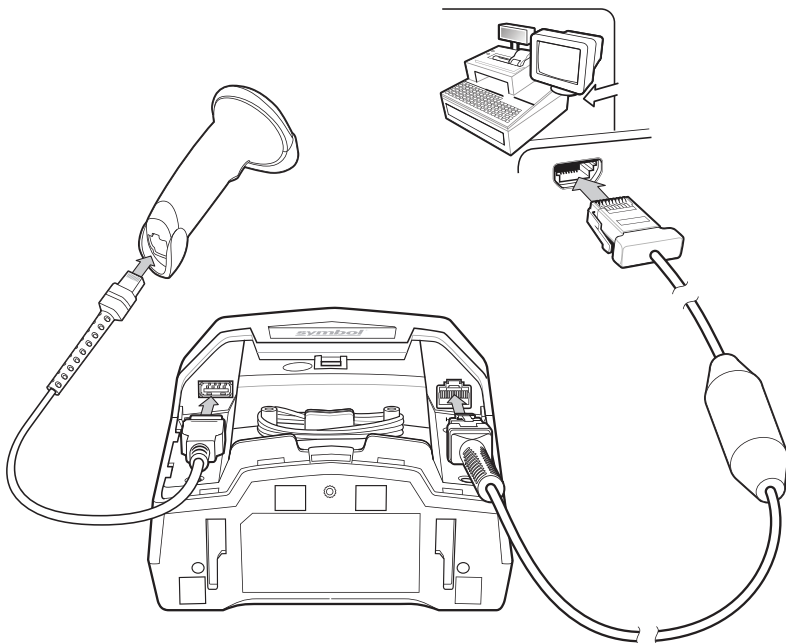

Рис. 9-2 Соединение IBM с дополнительным сканером
- b. Подключите кабель CBA-M65-S07ZAR или CBA-M66-S15ZAR на 12 вольт к главному устройству, как показано на Рис. 9-2.